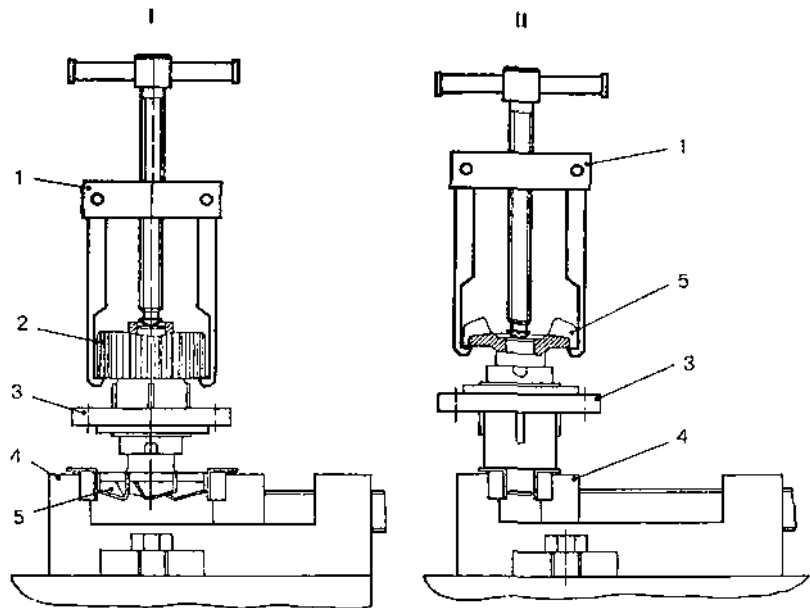

Рис. 2.37.5. Разборка водяного насоса, снятие съемником:
1. Закрепить корпус в тисках, используя мягкие прокладки, и снять под прессом или при помощи съемника с валика шкив и крыльчатку (рис. 2.37.5).